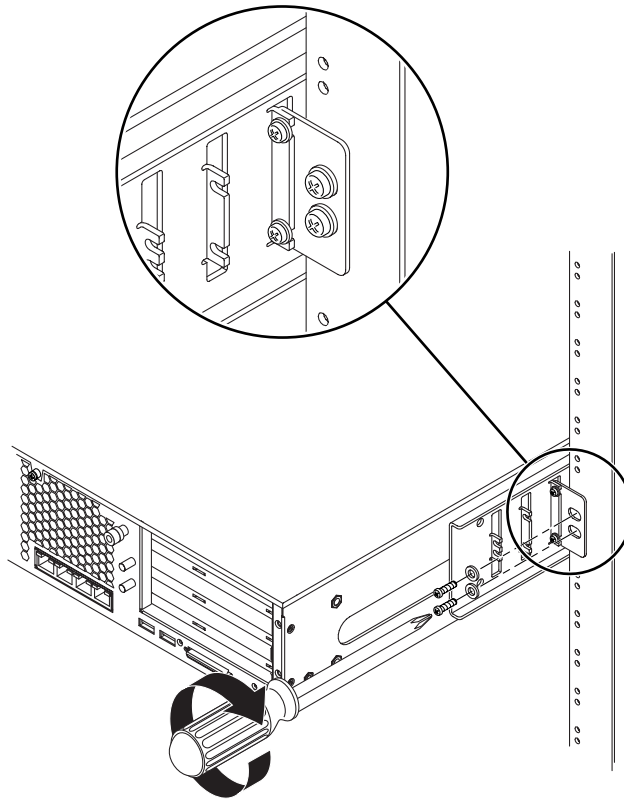

ABBILDUNG 3-35 Befestigen des Rückenblechs am Rack
d. Befestigen Sie die andere Seite des Rückenblechs mit zwei Schrauben an der Rückseite der Stütze (ABBILDUNG 3-35).